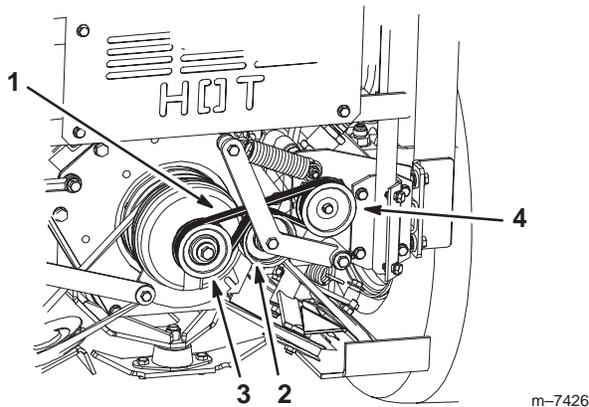

Figure 78
2. Abaissez la poulie de tension rappelée par ressort et enlevez la courroie de ventilateur des poulies du moteur et de la pompe hydraulique (Fig. 78).
3. Installez la courroie neuve sur les poulies du moteur et de la pompe hydraulique (Fig. 78).
4. Abaissez la poulie rappelée par ressort et alignez la courroie, puis relâchez la poulie (Fig. 78).